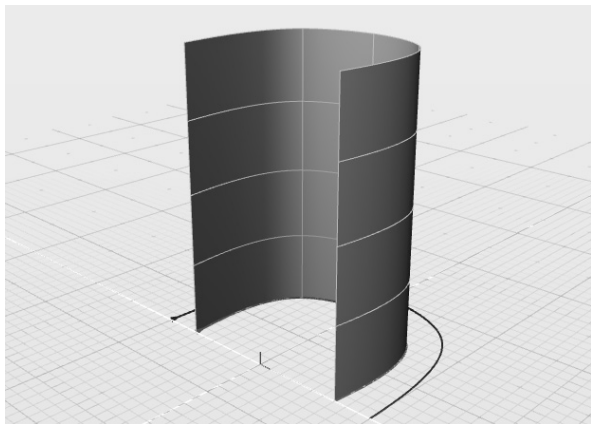

图 5-82 将内部曲线挤出曲面
1) 选择“挤出”工具 , 针对内部曲线进行挤出操作, 设定沿 Z 轴正向、挤出距离为 22cm, 如图 5-82 所示。